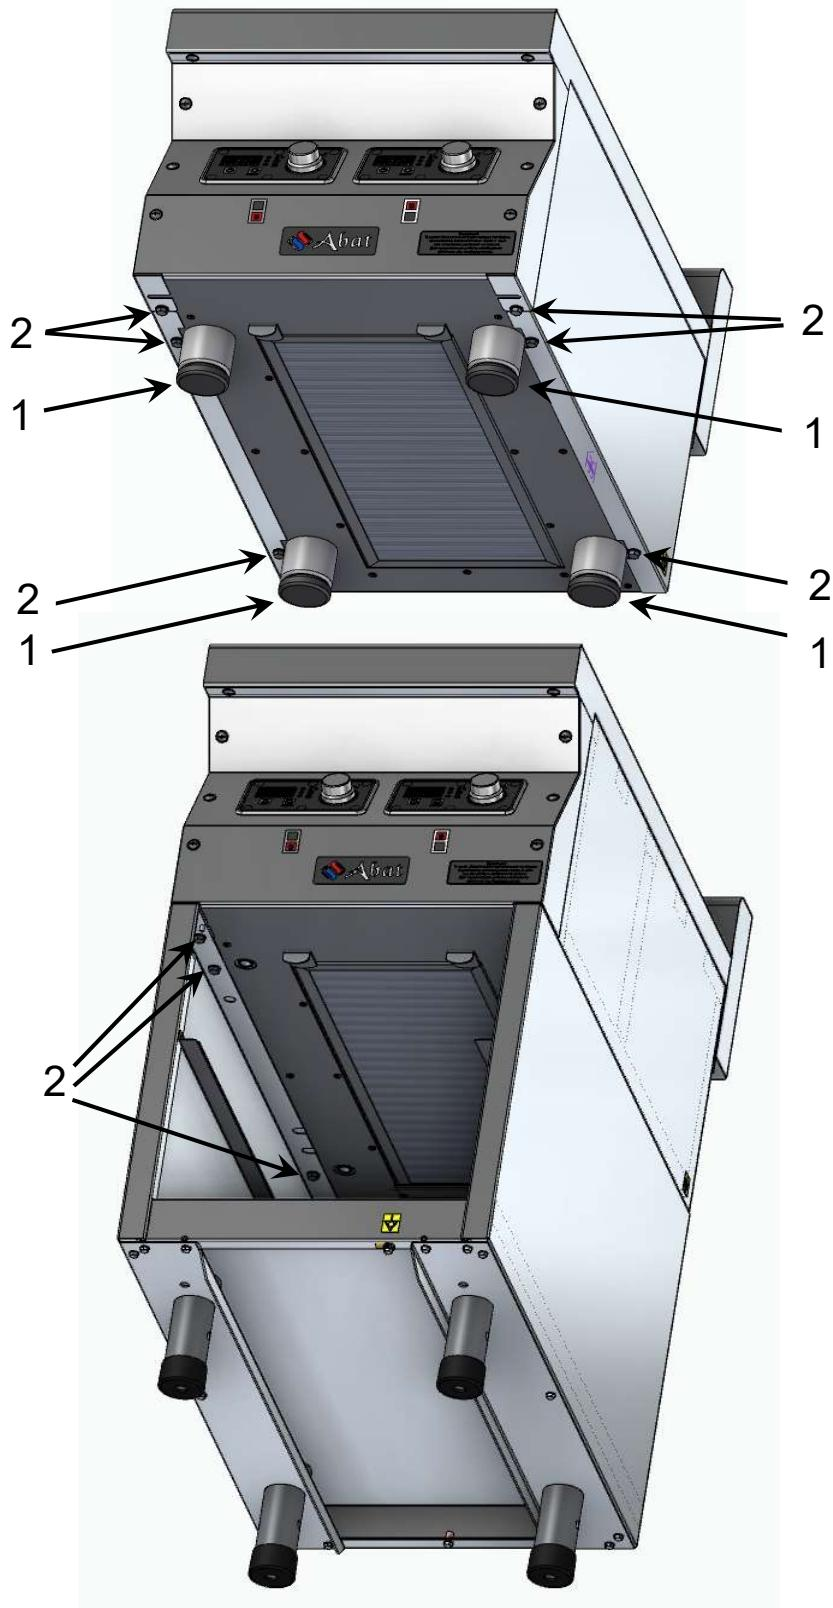

Рис. 7. Установка плит КИП-27Н-3,5 и КИП-27Н-5,0 на подставку (модуль нижний) МН-02
- установить плиту на подставку (модуль нижний) **МН-02** и, совместив отверстия в нижней панели плиты с отверстиями в подставке, завернуть ранее демонтированные болты (поз.2) (рис. 7).